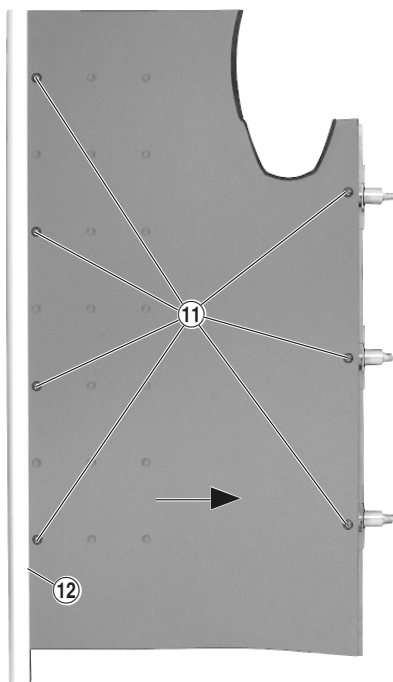

Fig. 54
- Je 7 Schrauben ⑪ heraus-schrauben und die Seitenteile in Pfeilrichtung aus den Führungen ⑫ herausziehen (Fig. 54).